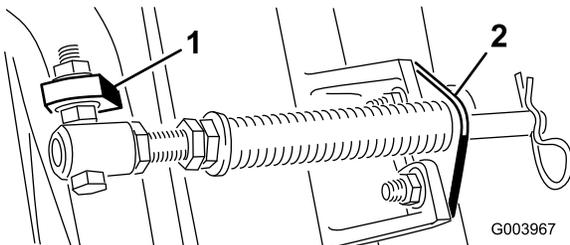

Bild 6
Hinweis: Positionieren Sie den Schraubenkopf zur Außenseite der Nase, wie in Bild 6 dargestellt.
- D. Montieren Sie die Stangenhalterung mit den Schlossschrauben und Muttern an den Schneideinheitennasen (Bild 6).